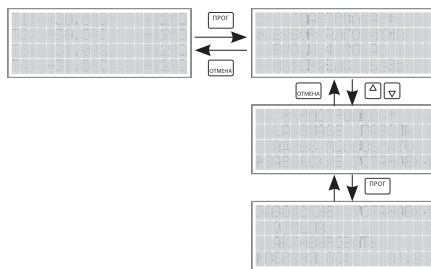

Рис. 26.
7. Зайти в пункт меню **«Заводские установки»** и установить курсор на «выбор версии», Рис. 26;